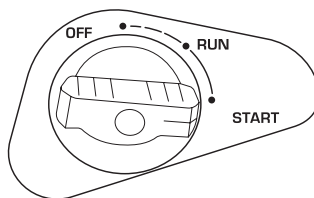

Abb. 8
4. Stellen Sie die Starterklappe in Position „OFF“ (Abb. 8), bei LPG/Benzin Hybrid-Modellen stellen Sie den Kraftstoffwahlschalter auf „OFF“/schließen Sie das Flüssiggasventil an der Flasche.